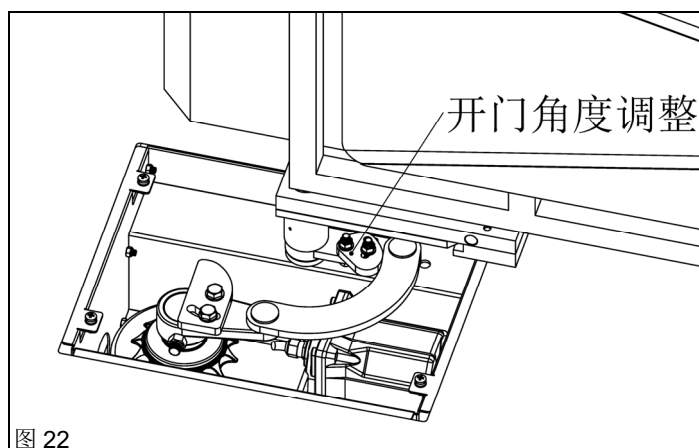

图 22
5.4. 调整开门限位块的角度直到顶住连杆，并用配套的螺丝上紧（图22）。